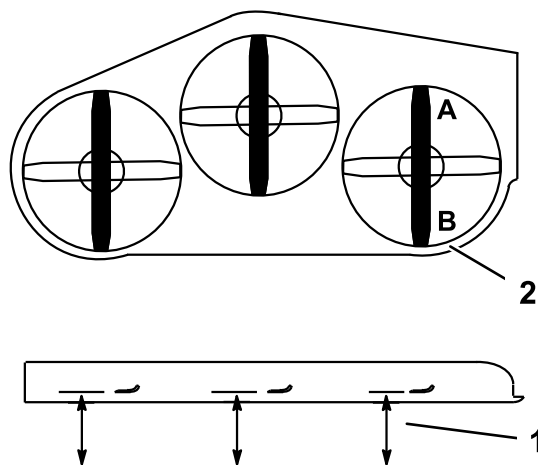
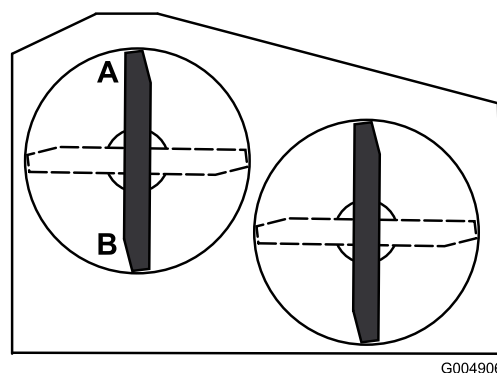

Figure 65
Figure 66
2. Tournez une lame dans le sens longitudinal. Mesurez la distance aux points A et B entre une surface plane et le bord coupant des pointes des lames (Figure 65 ou Figure 66). Pour les tabliers de coupe de 36 pouces, reportez-vous à la Figure 66.
4. Tournez les lames dans le sens longitudinal. Mesurez la distance aux points C et D (Figure 65) entre une surface plane et le bord coupant des lames.